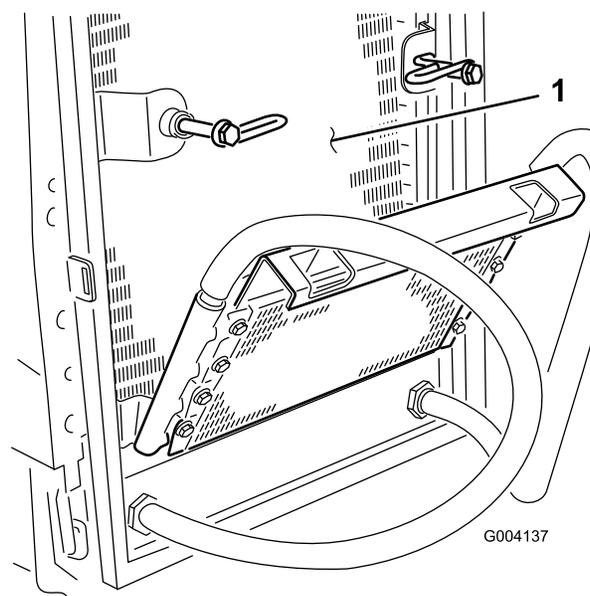

図 67
6. オイルクーラとラジエーターの裏表を 図 67 圧縮空気ですて丁寧に清掃する。